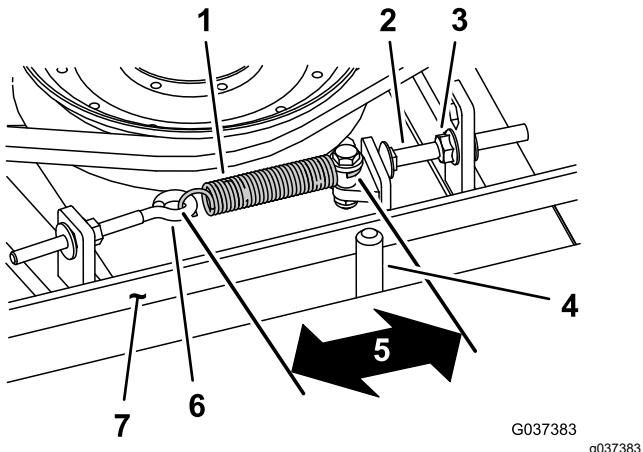

Bild 115
Bei richtiger Spannung sollte die Messung innen an der Verlängerungsfeder (Haken zu Haken) ungefähr $8,3 \text{ cm} \pm 9,5 \text{ cm}$ betragen. Wenn die Federspannung richtig ist, stellen Sie die Anschlagschraube (Schlossschraube) ein, bis der Abstand zwischen dem Schraubenkopf und dem Spannarm ungefähr 2-5 mm beträgt (Bild 115).
Hinweis: Achten Sie darauf, dass der Riemen auf der Federseite der Riemenführung positioniert ist (Bild 115).
- Lockern Sie den Augenbolzen (Bild 115).
- Lösen Sie die Bundmutter, mit der die Anschlagschraube an der Befestigungsnase befestigt ist, und schieben Sie die Spannscheibe vom Riemen weg (Bild 115).
- Hinweis:** Achten Sie darauf, dass der Riemen auf der Federseite der Riemenführung positioniert ist (Bild 115).
9. Setzen Sie die Verlängerungsfeder (Bild 115) wieder in den Augenbolzen ein und spannen Sie den Riemen wie folgt: